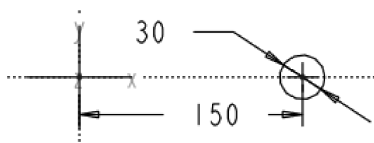
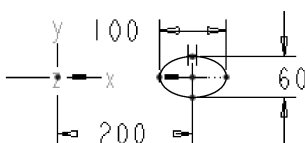
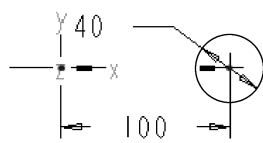

图 6-47 截面 1
图 6-48 截面 2
图 6-49 截面 3
- (5) 在【设置草绘平面】菜单中选择【新设置】|【平面】选项。
- (6) 在图形区选择“FRONT”基准面作为草绘平面。
- (7) 在【方向】菜单中选择【确定】选项。
- (8) 在【草绘视图】菜单中选择【缺省】选项，进入草绘界面。
- (9) 单击【草绘器工具】工具栏中的【坐标系】按钮草绘坐标系，草绘圆作为截面 1，其尺寸和约束如图 6-47 所示。
- (10) 单击【草绘器工具】工具栏中的【完成】按钮，完成截面草绘，消息栏提示“为截面 2 输入 y_axis 旋转角”，在其后的组合框中输入“60”，按<Enter>键进入草绘界面。
- (11) 单击【草绘器工具】工具栏中的【坐标系】按钮草绘坐标系，草绘椭圆作为截面 2，其尺寸和约束如图 6-48 所示。
- (12) 单击【草绘器工具】工具栏中的【完成】按钮，完成截面草绘，弹出【确认】对话框，单击【是】按钮，关闭【确认】对话框。
- (13) 消息栏提示“为截面 3 输入 y_axis 旋转角”，在其后的组合框中输入“90”，按<Enter>键进入草绘界面。
- (14) 单击【草绘器工具】工具栏中的【坐标系】按钮，草绘圆作为截面 3，其尺寸和约束如图 6-49 所示。